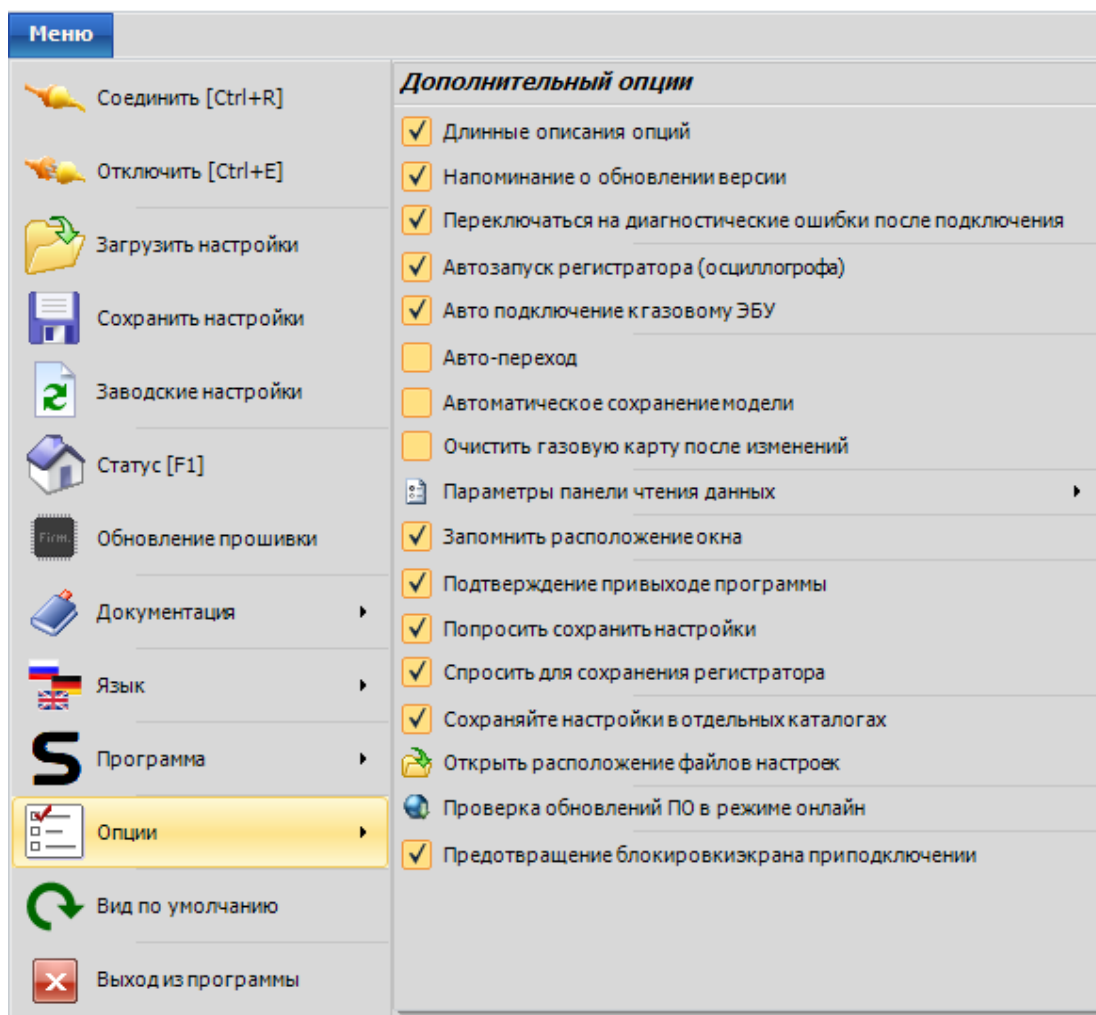

Рис. 2.17 Подменю «Опции» с дополнительными опциями программы
- «Опции» – выпадающий список с дополнительными опциями программы (Рис. 2.17).